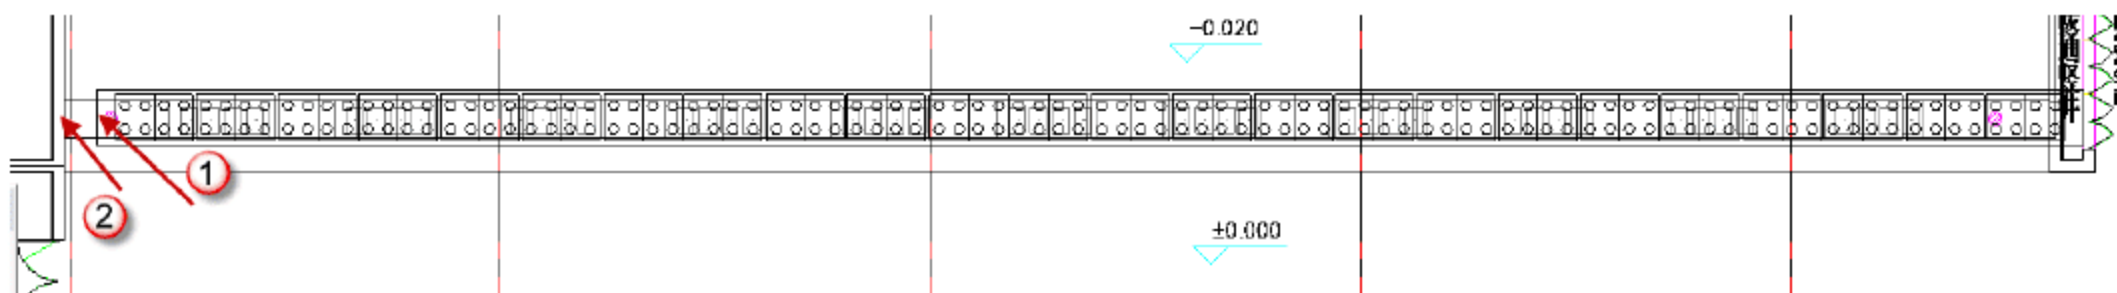
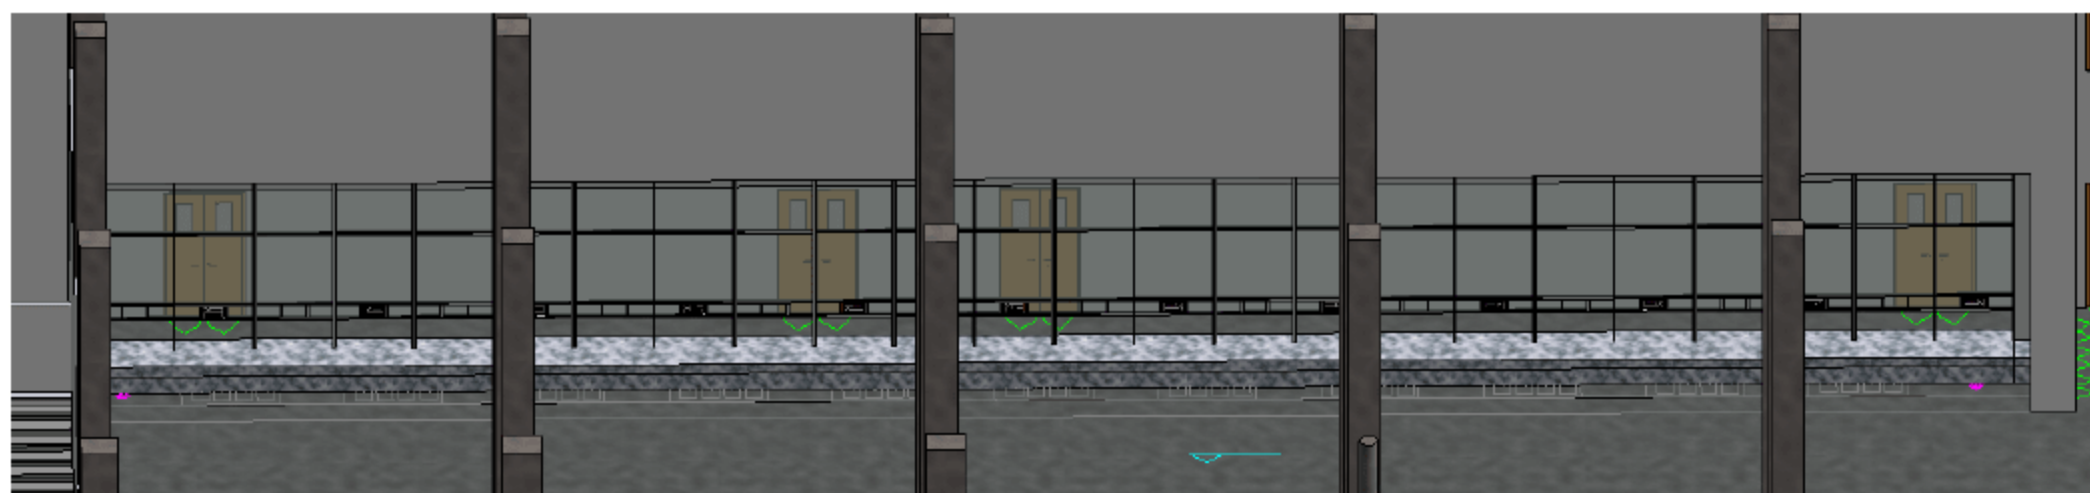

图 10.4.57 插入一层“售饭窗口”
图 10.4.58 一层“售饭窗口”三维视图
(6) 插入“售饭窗口”（基于两个标高的）族。选择“建筑”→“构件”→“放置构建”→“售饭窗口”，底部标高设置为“1”层，偏移量为“0”，顶部标高设置为“2”层，偏移量为“0”。将光标移到“售饭窗口”相应的位置，单击鼠标，这样就插入了“售饭窗口”。调整“售饭窗口”的位置，选中售饭窗口，按快捷键 M+V，将 1 点移动到 2 点对齐，如图 10.4.57 所示，完成后按快捷键 F4，进入三维视图模式，如图 10.4.58 所示。